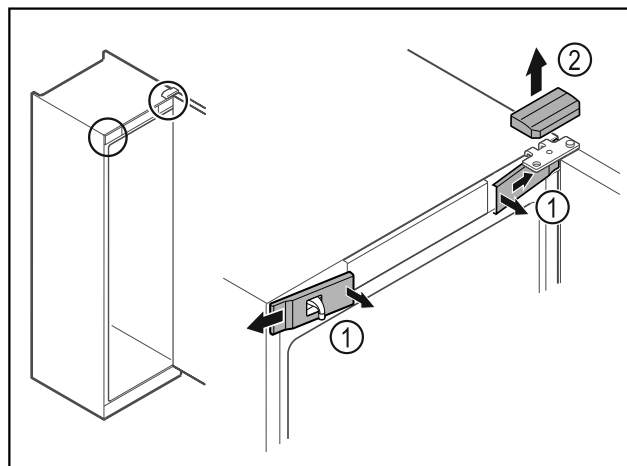

Fig. 4
- ▶ Pattintsa ki belül az elülső burkolatokat Fig. 4 (1), és tegye félre.
- ▶ Vegye le felfelé a felső burkolatot Fig. 4 (2).